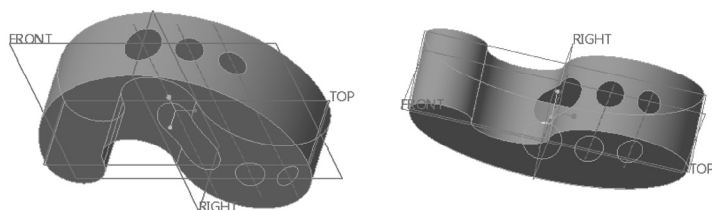

图 4-28 具有封闭端的曲面模型效果
5) 在“拉伸”选项卡中单击 (完成) 按钮，修改后的曲面模型效果如图 4-28 所示。